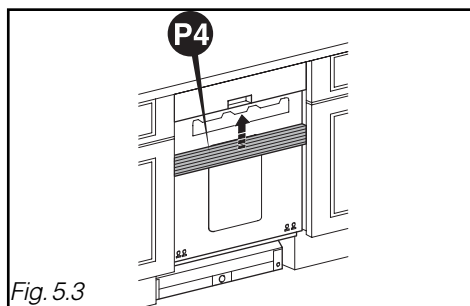

Fig. 5.3
- Encaixar a totalidade das margens realçadas ~~P4~~ no painel do aparelho (Fig. 5.3).